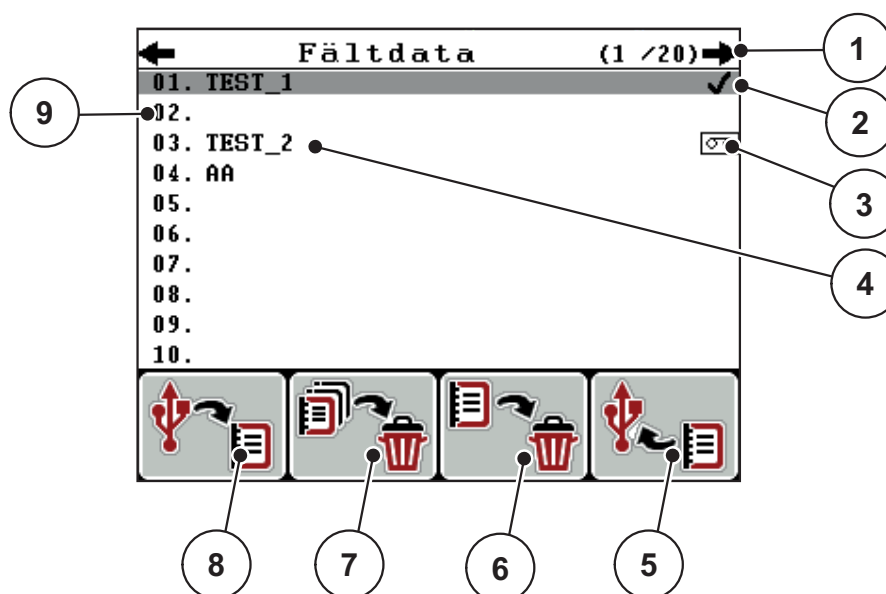

Bild 4.20: Meny Fältdata
2. Tryck på funktionsknappen **F1** (se Bild 4.20).
2. Tryck på funktionsknappen **F4** (se Bild 4.20).
3. Tryck på funktionsknappen **F3** under symbolen **Radera** (se Bild 4.20).
2. Tryck på funktionsknappen **F2** under symbolen **Radera alla** (se Bild 4.20).